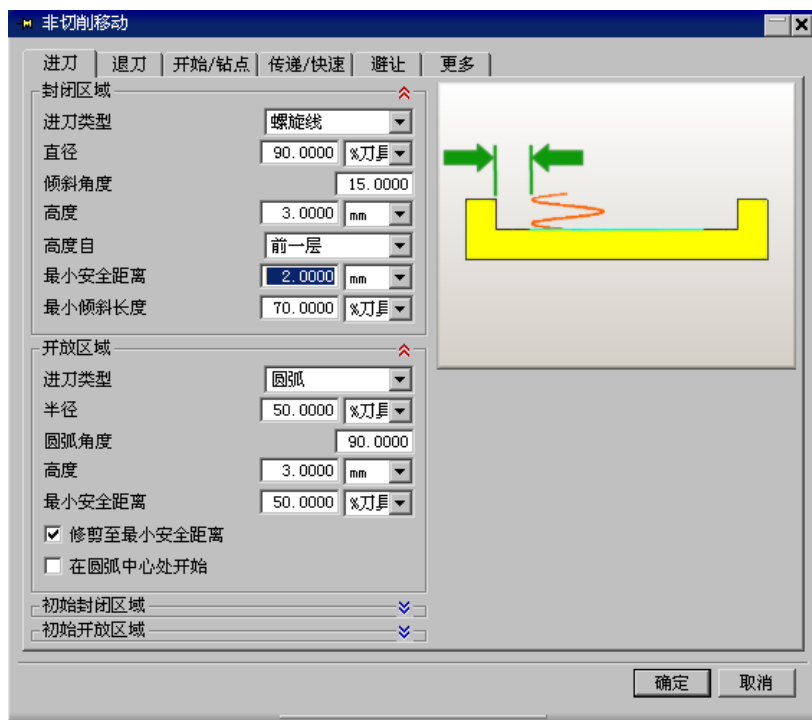

图 4.4.16 “进刀”选项卡
Step2. 单击“非切削移动”对话框中的 **进刀** 选项卡，其参数设置如图 4.4.16 所示，单击 **确定** 按钮，完成非切削移动参数的设置。